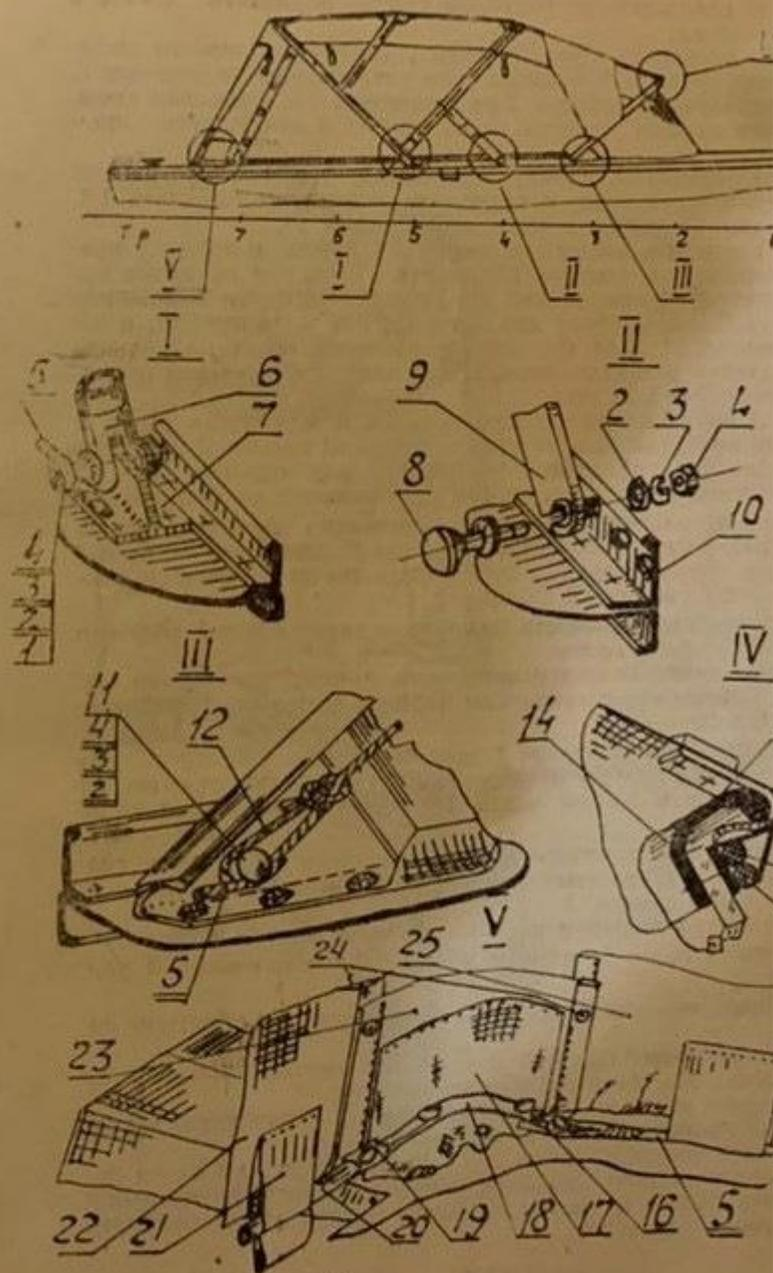

Рис. 3
6. 2. Установка тента (см. рис. 3)
В перерывах между поездками тент мотолодки необходимо хранить аккуратно сложенным, прикрытым от осадков и прямых лучей. Сушить намоченный тент необходимо в натянутом положении. После многократной сушки намоченного тента его полотнище может дать усадку, для компенсации которой необходимо стопор 8 (см. рис. 3) переставить в нос на 1—2 отверстия, переставить трубы 18 и 20 на соответствующие петли в накладках 17 и отверстия в кармане 21.